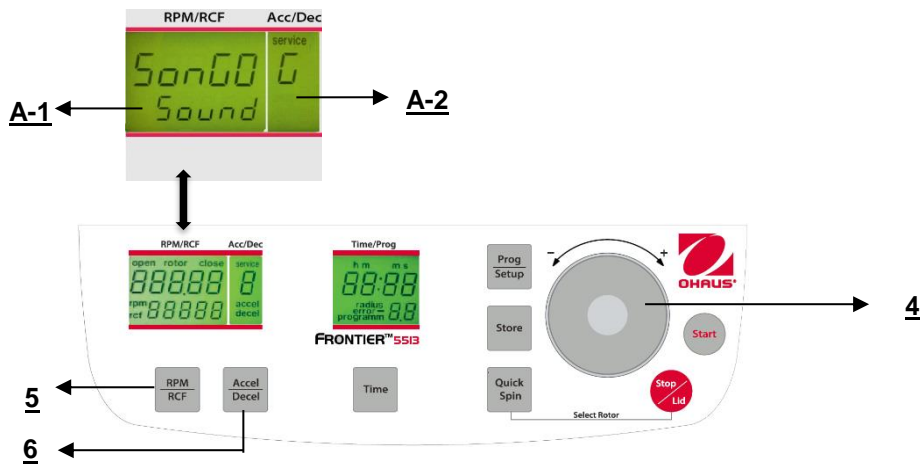

Figura. 32
Proceda como se describe en el punto 4.1.2 para ingresar en este modo de programa y luego presione el botón **"Accel/Decel"** (6). En la pantalla **"Acc/Dec"** (A-2) destella la palabra **"Service"**. Ahora seleccione la letra **"G"** con el dial de ajuste (4). Como resultado, en la pantalla **"RPM/RCF"** (A-1) aparece la palabra **"SonGo/Sound"**. Después de presionar el botón **"RPM/RCF"** (5), puede seleccionar una melodía con el dial de ajuste (4). (Vea la Figura 32).